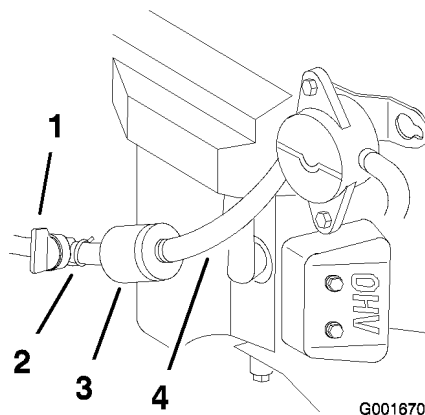

Figure 39
- Fermez le robinet d'essence (Figure 39).
- Pincez les extrémités des colliers et faites glisser ceux-ci pour les éloigner du filtre (Figure 39).
- Posez un filtre neuf et rapprochez les colliers de fixation du filtre (Figure 39).
3. Fermez le robinet d'essence (Figure 39).
4. Desserrez le collier de serrage au niveau du filtre à carburant et éloignez-le du filtre en le poussant le long de la conduite d'alimentation (Figure 39).
5. Débranchez les conduites d'alimentation du filtre à carburant (Figure 39).
Remarque: Laissez l'essence s'écouler dans un bidon ou un bac de vidange (Figure 39).
7. Raccordez la conduite d'alimentation au filtre. Rapprochez le collier de serrage du filtre pour fixer la conduite d'alimentation (Figure 39).